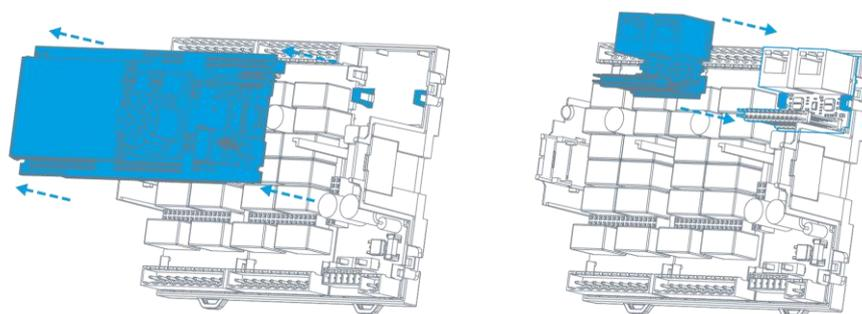

Рис. 65 – Снятие процессорной платы и установка платы сетевой карты
- Извлеките из прибора процессорную плату, потянув её на себя и установите в основание корпуса плату сетевой карты (см Рис. 65);